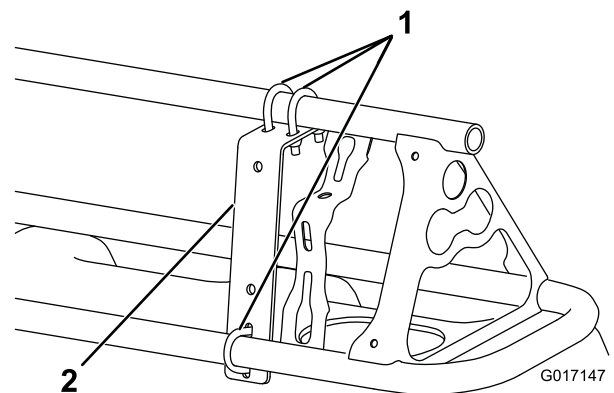
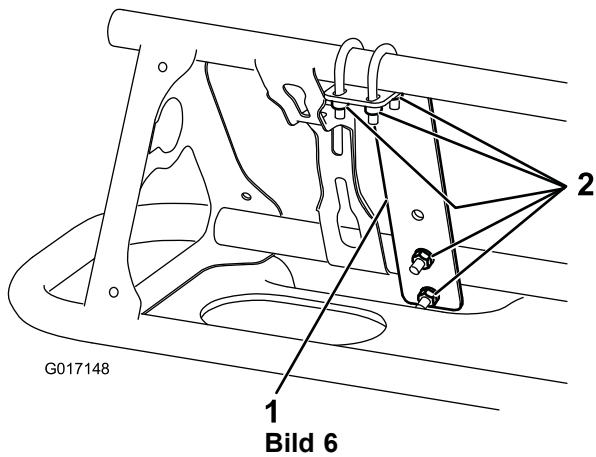

Bild 5
Bild 6
- Befestigen Sie eine Befestigungshalterung mit drei U-Bügeln und sechs Sicherungsmuttern (1/4") vorne an jedem Ausleger in der Nähe der äußeren Düse (Bild 5 and Bild 6).